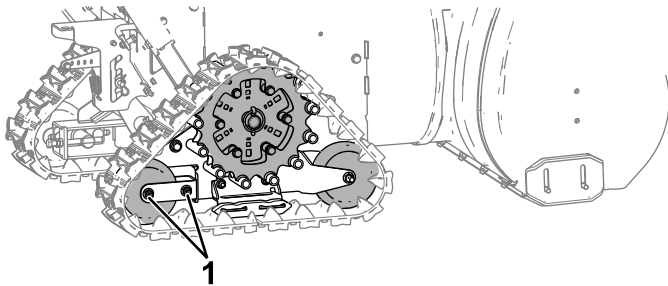

Bild 26
- A. Lösen Sie die Muttern am hinteren Laufradjoch leicht (Bild 26).